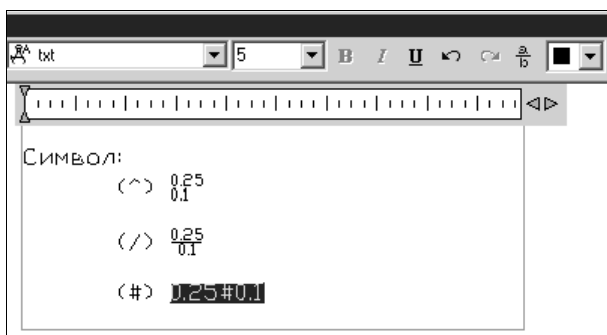

Рис. 11.16. Ввод двухэтажного текста
- Для создания дробного текста в появившемся редакторе многострочного текста введите текст с разделителями между символами (рис. 11.16), которые необходимо преобразовать в двухэтажный текст. Текст, находящийся слева от разделителя, выводится над текстом, находящимся справа от него. Разделители имеют следующее назначение: